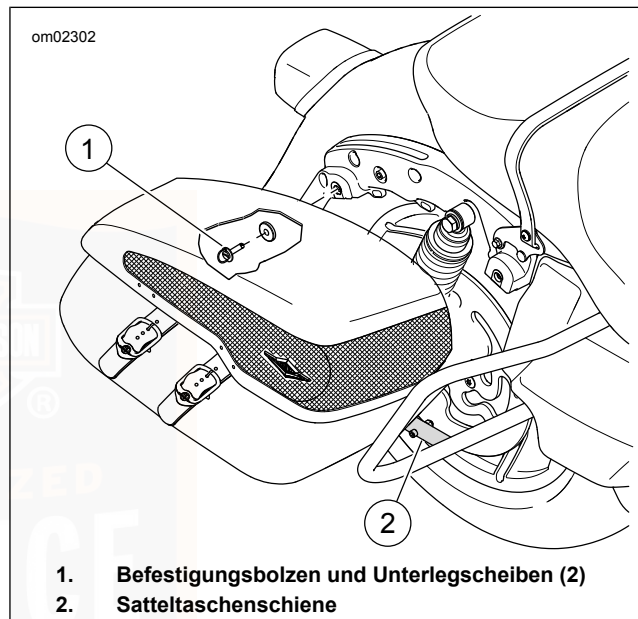

Abbildung 57. Ausbau/Einbau der Satteltasche: FLHRC
2. Siehe Abbildung 57. Die Befestigungsbolzen eine Vierteldrehung gegen den Uhrzeigersinn drehen, um die Satteltasche von der Befestigungshalterung zu lösen.